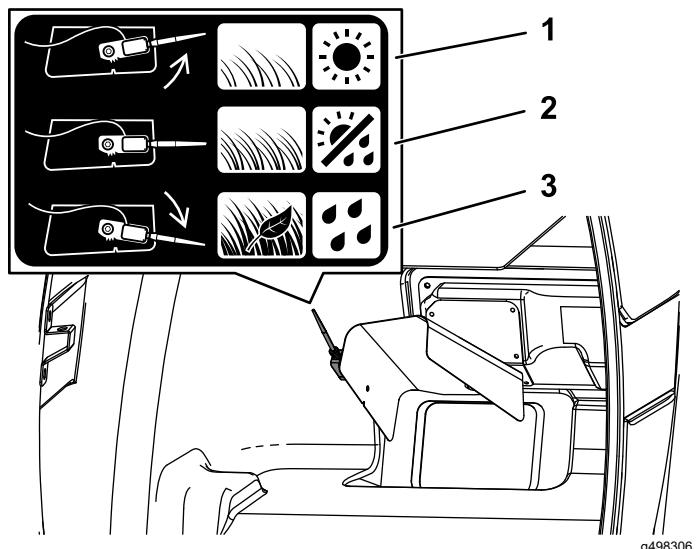

図 28
- 通常の芝状態や通常の天候時には、センサーを中位置にセット図 28。
- ぬれた芝、密度の高い芝生、落ち葉を集めるとや、センサーが働く前にホッパーが満杯になってしまう場合にはセンサーを下向きに回す図 28。
- 乾いた芝、密度の低い芝生や、ホッパーが満杯になっていないのにデッキが停止する場合にはセンサーを上向きに回す図 28。